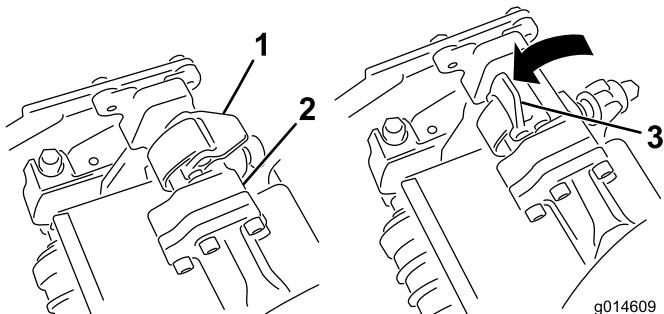
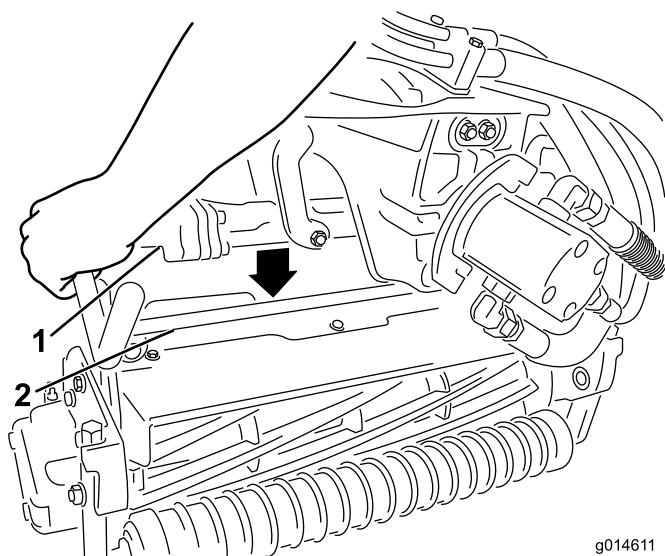

图33
图34
- 当悬挂臂杆上的闩锁指向上方（即打开）时（图33），向下压悬挂臂，使悬挂臂杆与滚刀组顶部的横杆相契合（图34）。
- 向下并绕着滚刀组横杆关闭闩锁，将它们锁定到位（图33）。
- 打开您正在拆下的滚刀组悬挂臂上的闩锁（图33）。